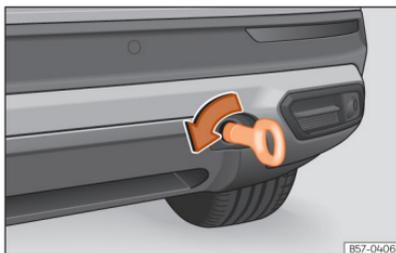

Fig. 197 No lado direito do para-choques traseiro: argola de reboque enroscada.
- Enrosque a argola de reboque no alojamento girando-a ao máximo **no sentido contrário ao dos ponteiros do relógio** »» Fig. 197 , »» ⓘ. Utilize um objeto adequado com o qual possa enroscar completa e firmemente a argola de reboque no seu alojamento.